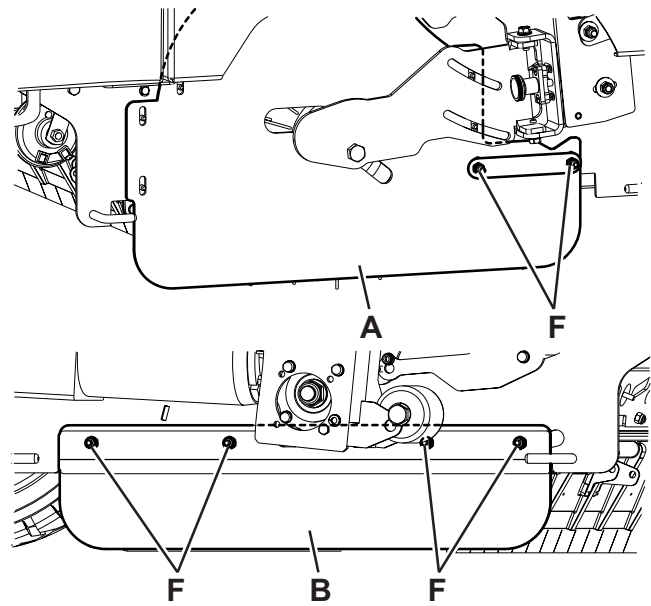
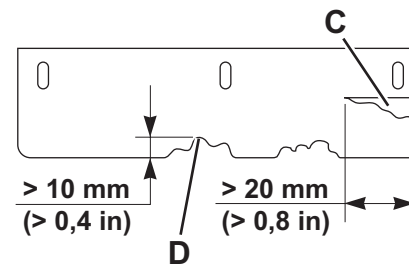
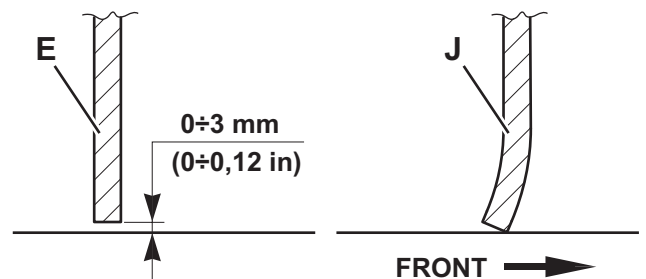
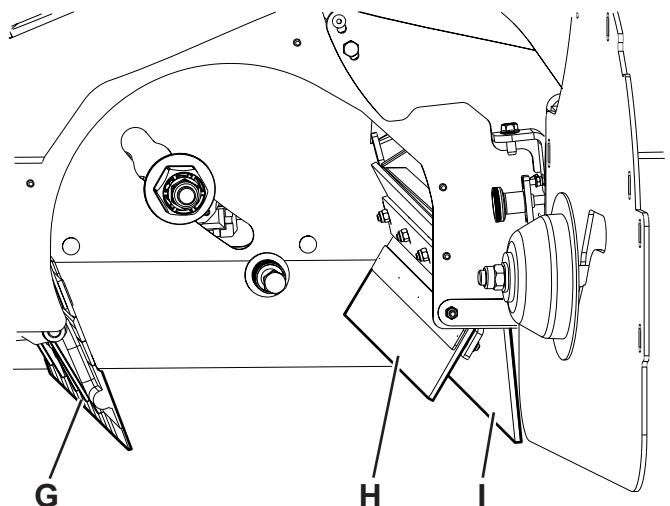

Рис. 18
Рис. 19
Рис. 20
Рис. 21
5. Проверьте состояние боковых юбок (А, Рис. 18) и (В). Замените юбки, если в них есть порезы (С, Рис. 19) длиннее 20 мм или трещины/разрывы (D) длиннее 10 мм (о замене юбки см. Руководство по обслуживанию).
6. Проверьте, чтобы расстояние от земли до боковых юбок (А, Рис. 18) и (В) составляло 0 - 3 мм (Е, Рис. 20). При необходимости ослабьте гайки (F, Рис. 18) и отрегулируйте положение юбки. После окончания процедуры закрутите гайки (F).
8. Проверьте состояние передней (G, Рис. 21) и задних (H) и (I) юбок. Замените юбки, если в них есть порезы (С, Рис. 19) длиннее 20 мм или трещины/разрывы (D) длиннее 10 мм.
9. Проверьте, чтобы передняя (G, Рис. 21) и задняя (I) юбки касались поверхности, но не отсоединялись от машины (J, Рис. 20).